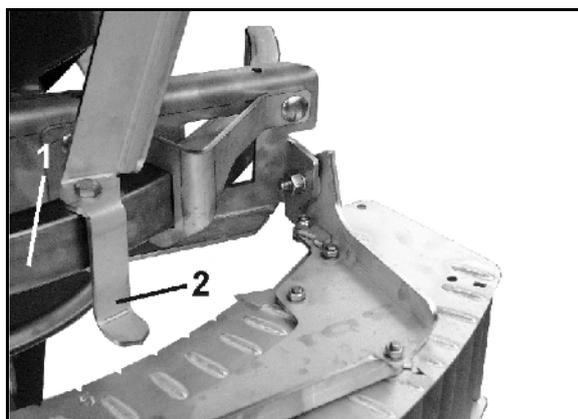

Fig. 75
1. Desserrez pour ce faire le levier de blocage (Fig. 75/1).